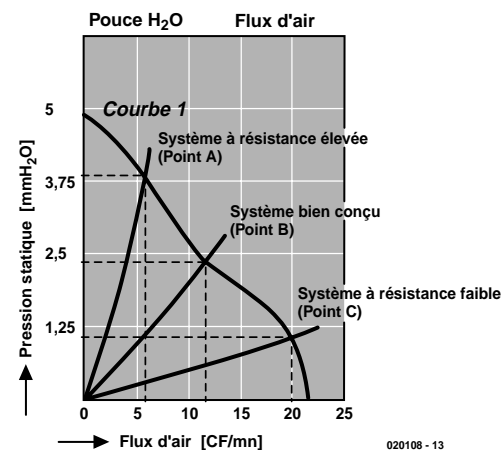

Figure 3. La courbe de performance de ventilation d'un ventilateur de 60 x 60 x 25 mm tournant à vitesse normale.
Exemple 1. La **figure 3** présente la courbe de performance de ventilation d'un ventilateur-type à courant continu (DC) de Sunon d'une taille de 60 x 60 x 25 mm. Le ventilateur pourrait être, par exemple, installé (sur la courbe) au point A ou au point C, fournissant respectivement 6 ou 20 CFM. En cas d'une caractéristique d'impédance du système (trop) élevée, 4 mm H₂O par exemple, cela nous amène au point de fonctionnement A. Une impédance caractéristique de 1 mm H₂O nous amène au point de fonctionnement C.